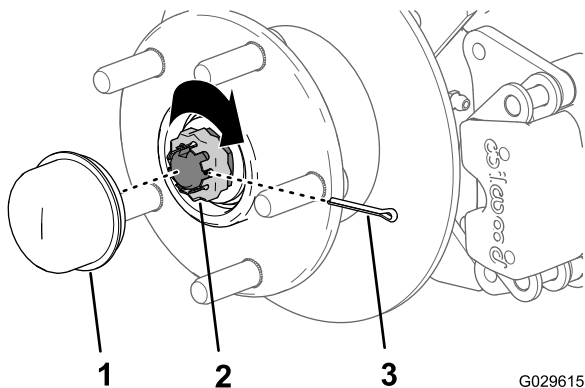

Bild 34
8. Befestigen Sie den Halter über der Mutter und prüfen die Ausfluchtung des Schlitzes im Halter und dem Loch in der Spindel für den Splint (Bild 34).
9. Setzen Sie den Splint ein und biegen Sie jeden Abschnitt um den Halter (Bild 34).
10. Setzen Sie den Staubdeckel auf die Radnabe (Bild 34).